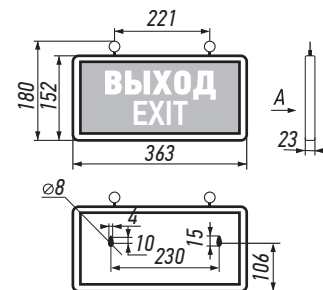
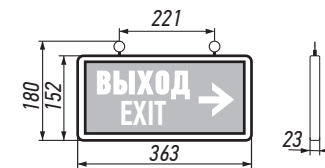

Рисунок 1. PEL 101-1 3W 1.2V IP20 "ВЫХОД-EXIT"
Рисунок 2. PEL 101-2 3W 1.2V IP20 "ВЫХОД-EXIT" / СТРЕЛКА НАПРАВЛЕНИЯ
- Светильники светодиодные подвесные аварийно-эвакуационные PEL 101-1 (рис.1) и PEL 101-2 (рис.2) (далее светильники) служат для аварийного обозначения путей эвакуации и выходов общественных, промышленных и подобных зданий.